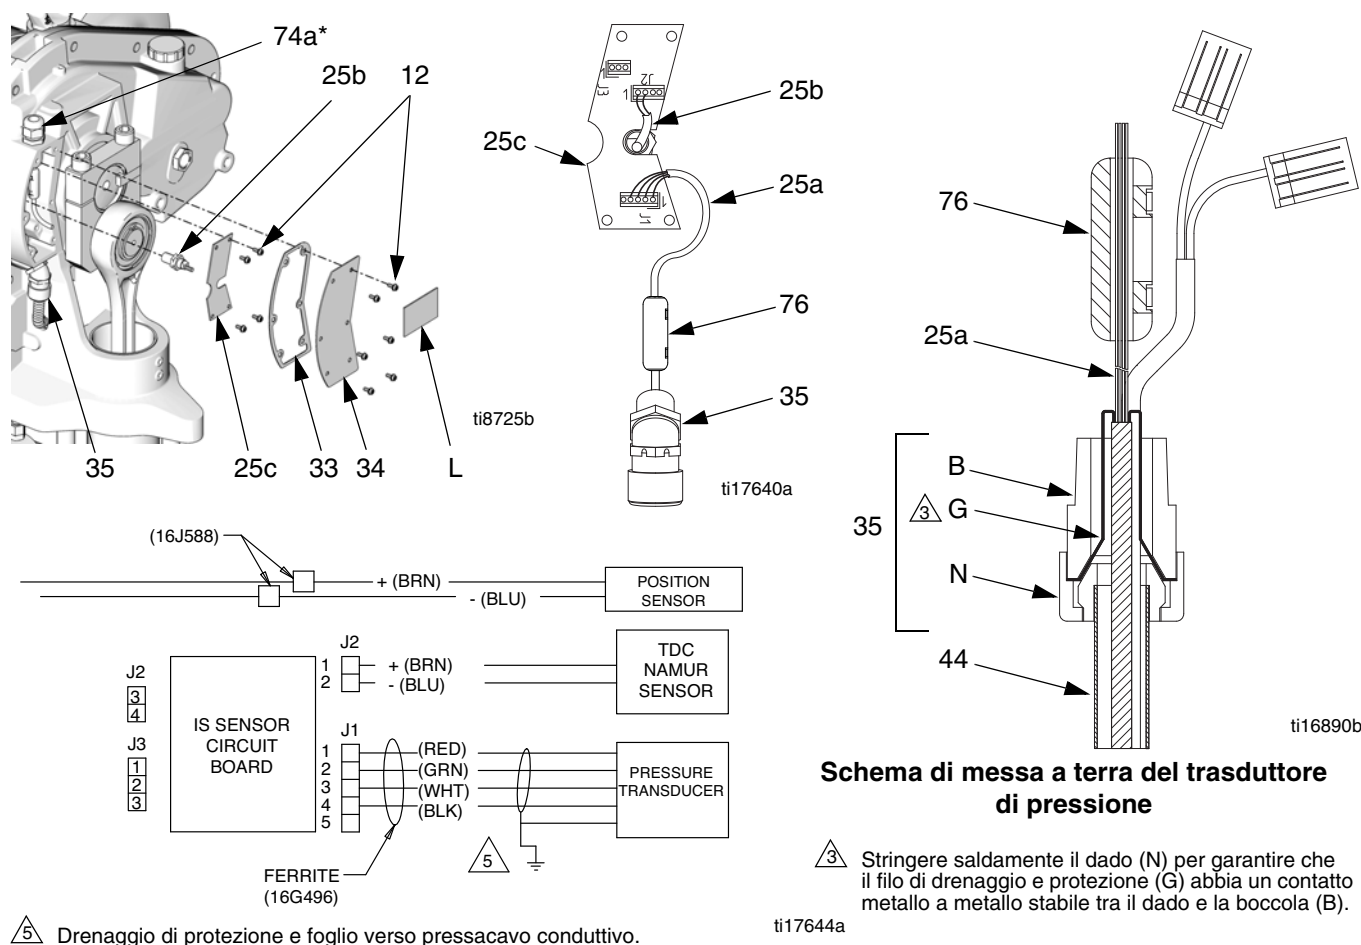
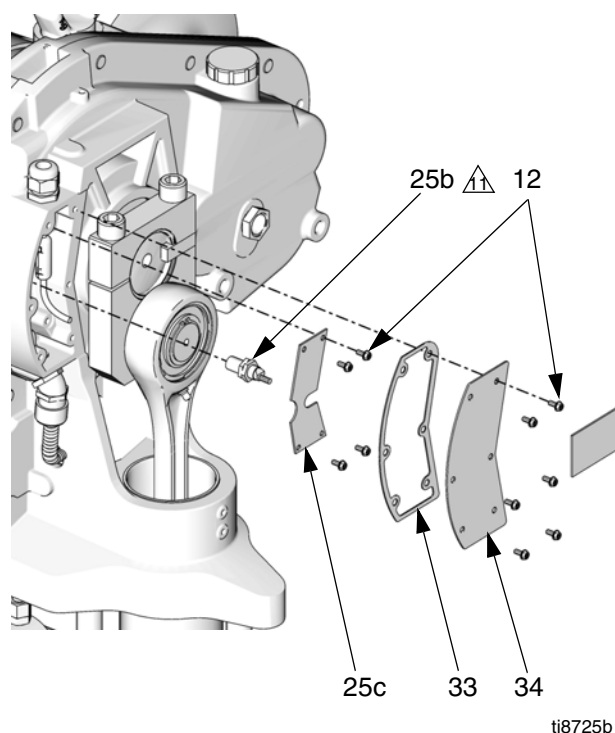

FIG. 9: Scheda del circuito
FIG. 12: Sensore TDC
4. Rimuovere le due viti (12) e il coperchio (32).
5. Vedere FIG. 9. Rimuovere le sei viti (12), il coperchio della scheda dei circuiti (34) e la guarnizione (33).
6. Scollegare il cavo del trasduttore (25a) da J1 sulla scheda del circuito (25c). Vedere FIG. 9 e **Schemi elettrici**, pagina 12.
9. Rimuovere le quattro viti (12) e la scheda del circuito (25c).
10. Installare la nuova scheda del circuito (25c) usando le quattro viti (12).
12. Vedere FIG. 9. Allentare il dado (N) sul raccordo (35). Rimuovere la ferrite (76). Tirare il cavo del trasduttore (25°) fuori dal canale (44).
14. Vedere FIG. 9. Assicurarsi che il passacavo conduttivo (35) sia avvitato saldamente nell'alloggiamento per garantire continuità elettrica all'alloggiamento della pompa. Filettare il cavo del trasduttore (25a) attraverso l'adattatore (42), la lunghezza del canale (44), e il passacavo conduttivo (35). Ricollegare il cavo a J1 sulla scheda del circuito (25c). Installare la ferrite (76) intorno alle derivazioni del trasduttore.
15. Vedere FIG. 9. Stringere saldamente il dado (N) sul passacavo conduttivo (35) per garantire che il filo di drenaggio e protezione (G) abbia un contatto metallo a metallo stabile tra il dado e la boccia (B).
17. Vedere FIG. 9. Collegare il cavo TDC (25b) a J2 sulla scheda del circuito (25c).
5. Vedere FIG. 12. Rimuovere le sei viti (12), il coperchio della scheda del circuito (34) e la guarnizione (33).
6. Scollegare il cavo del trasduttore (25a) da J1 sulla scheda del circuito (25c). Vedere FIG. 9, pagina 20.
9. Vedere FIG. 12. Rimuovere le quattro viti (12) e la scheda del circuito (25c).
6. Scollegare i fili dei sensori di posizione i fili di campo del circuito IS dalle due morsettiere (46). Conservare le morsettiere. Consultare **Schemi elettrici**, pagina 12.
7. Vedere FIG. 9 a pagina 20. Allentare il dado (N) sul raccordo (35).